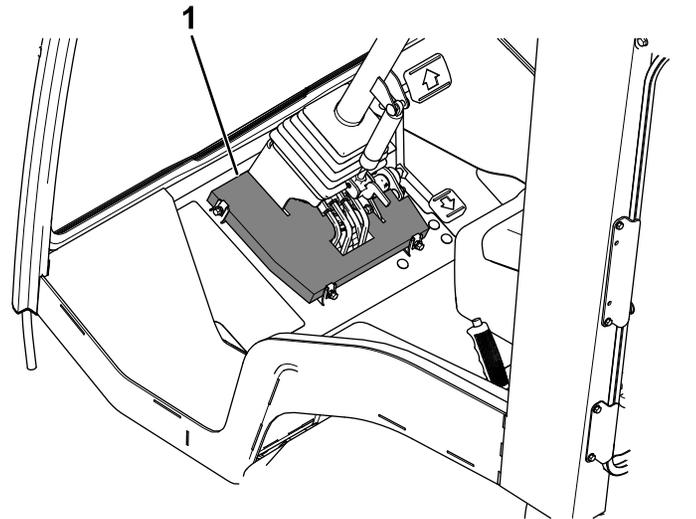

Figura 4
4. Instale o tampão superior da direção (Figura 4).